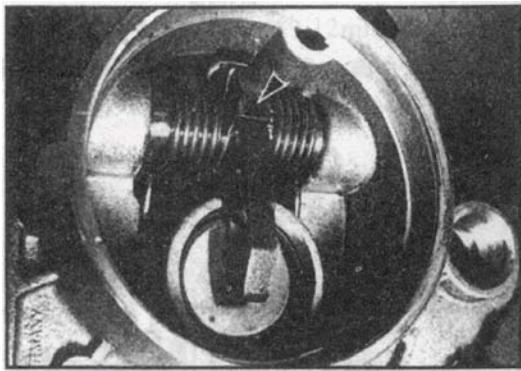

图 4-47 冲下后盖
- (1) 将车放置在平台上。
- (2) 拆下离合器拉线总成。
- (3) 拆下发动机在变速器侧的支撑。
- (4) 举起车辆。
- (5) 放净变速器中的润滑油。
- (6) 用冲头冲下后盖, 如图 4-47 所示。注意不要弄坏接触表面。
- (7) 拆下分离指的固定卡子, 拽出离合器的分离轴。
- (8) 取出分离指及弹簧。
- (9) 离合器的分离轴承可以拿下来。
- (10) 用冲头冲下分离轴油封总成, 注意不要弄坏接合表面。